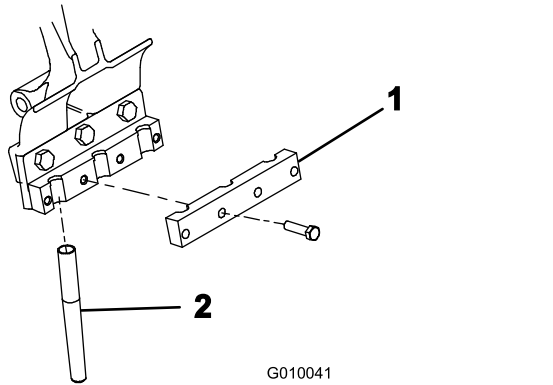

Figure 24
5. Fixez légèrement un serre-louchets sur chaque porte-louchets au moyen de 4 vis (3/8 x 1-1/2") (Figure 24). Ne serrez pas les vis.